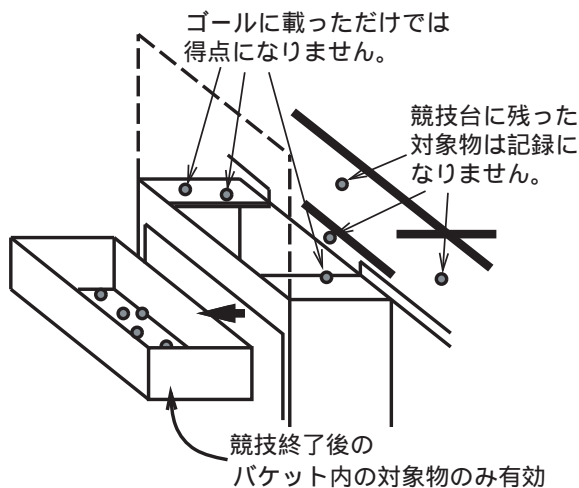

図 8: ゴールの認定
- (1) 競技終了時にゴール下のバケット [21] に入った対象物 [22]（図 8 参照）に対して、以下の